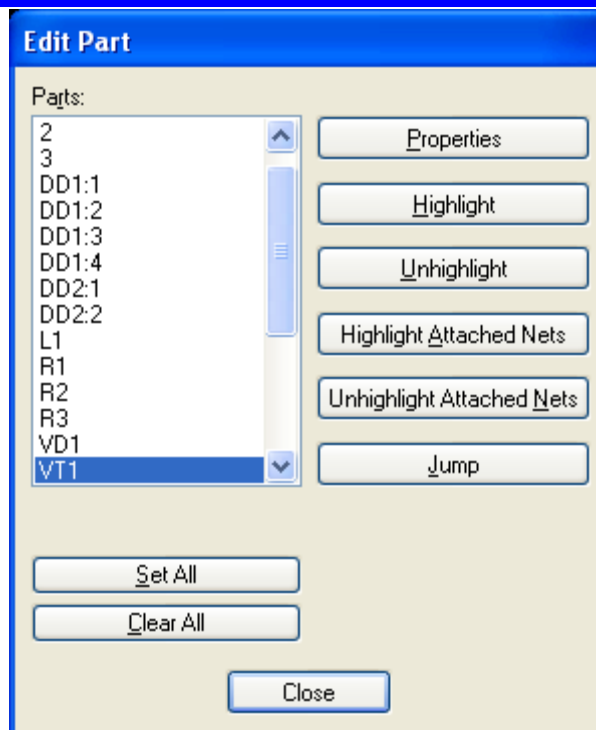

Рисунок 5.28 - Диалоговое окно **Edit Part** (Редактирование компонентов)
- Аналогичные характеристики в плане редактирования компонентов имеет команда **Edit / Part**. Диалоговое окно данной команды показано на *рис. 5.28*. Помимо включения и выключения цветового выделения компонента (кнопки **Highlight** и **Unhighlight** соответственно), можно также выделить цветом все присоединенные к компоненту цепи (кнопка **Highlight Attached Nets**), снять их выделение (**Unhighlight Attached Nets**), а также перейти к компоненту (**Jump**). Нажатие на кнопку **Properties** позволяет перейти к редактированию свойств компонента.